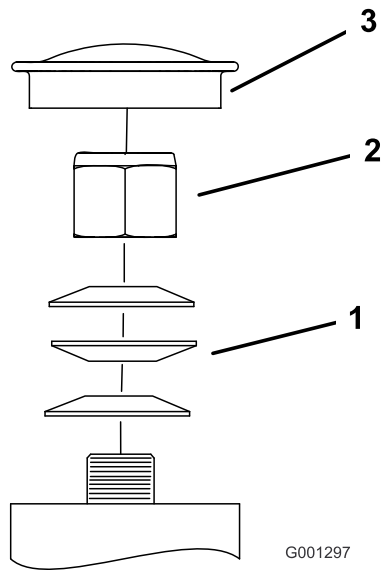

Figura 50
3. Retire el tapón anti-polvo de la rueda giratoria y apriete la contratuerca (Figura 50).
4. Apriete la contratuerca hasta que las arandelas de muelle estén planas, luego afloje 1/4 de vuelta para establecer la pre-carga correcta de los cojinetes (Figura 50).
- Importante:** Asegúrese de que las arandelas de muelle están correctamente instaladas, según muestra Figura 50.
5. Coloque el tapón anti-polvo (Figura 50).